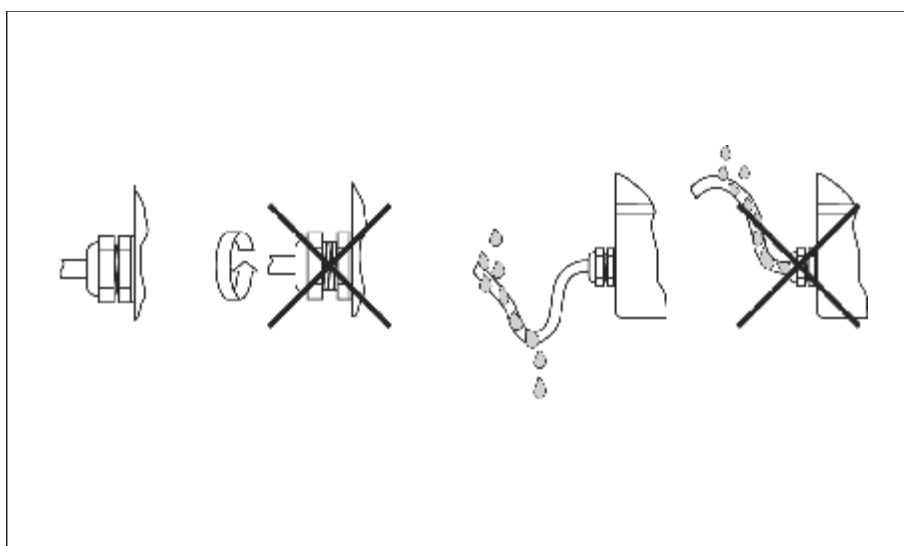

图21：电缆入口安装指南
- 电缆压盖必须拧紧(图21)
- 电缆入口前段电缆须保持疏松（“落水弯”图21），以防止水滴进入电缆入口，安装仪表时应注意电缆入口不能向上